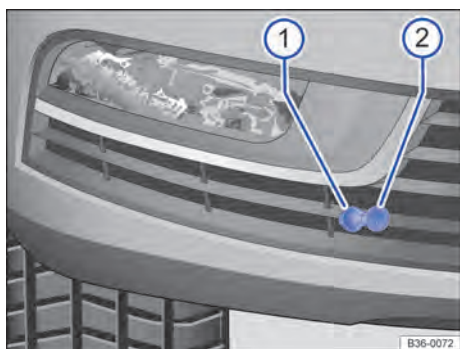

Fig. 140 No para-choque dianteiro direito: tomada de conexão ② para o pré-aquecimento do motor.
- Abrir a capa de cobertura ⇒ Fig. 140 ①.
- Conectar o cabo de conexão na tomada ②.
- Antes de ligar o motor, desconectar sempre o cabo de conexão e fechar a capa de cobertura ①.